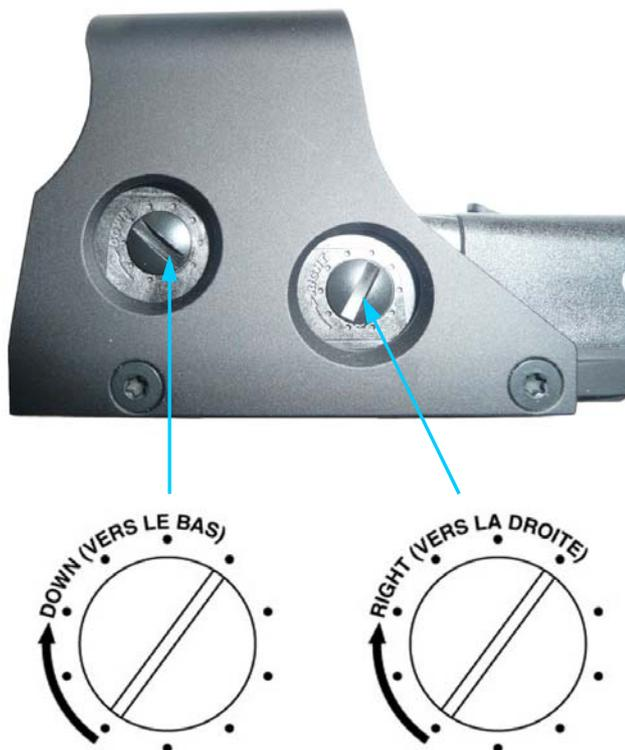

Fig. 21-7 : Vis de réglages viseur clair
- Effectuer le réglage à l'aide des vis de réglages du viseur clair, en se référant au tableau ci-dessous (Cf. Fig. 21-7).